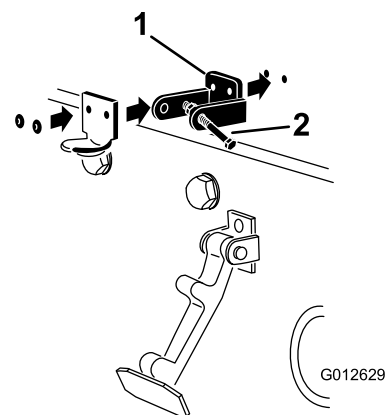

Figura 8
4. În timp ce aliniați orificiile de montare, poziționați pe capotă suportul de blocare CE și suportul clichetului capotei (Figura 8).
6. Nituți suportul și aibele pe capotă (Figura 8).